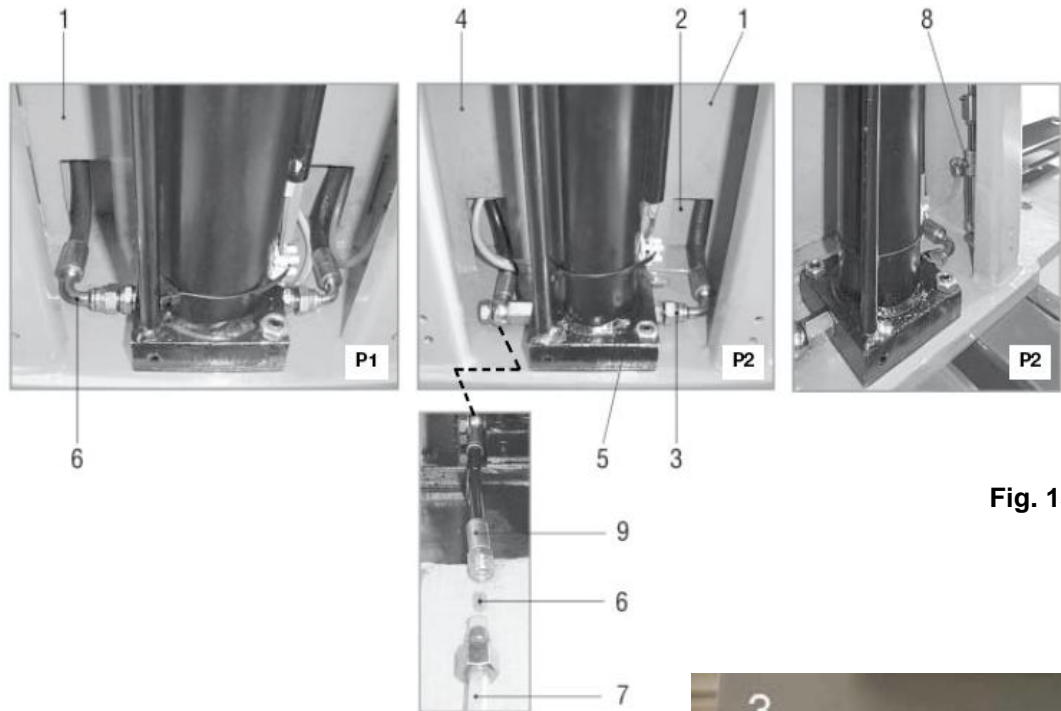
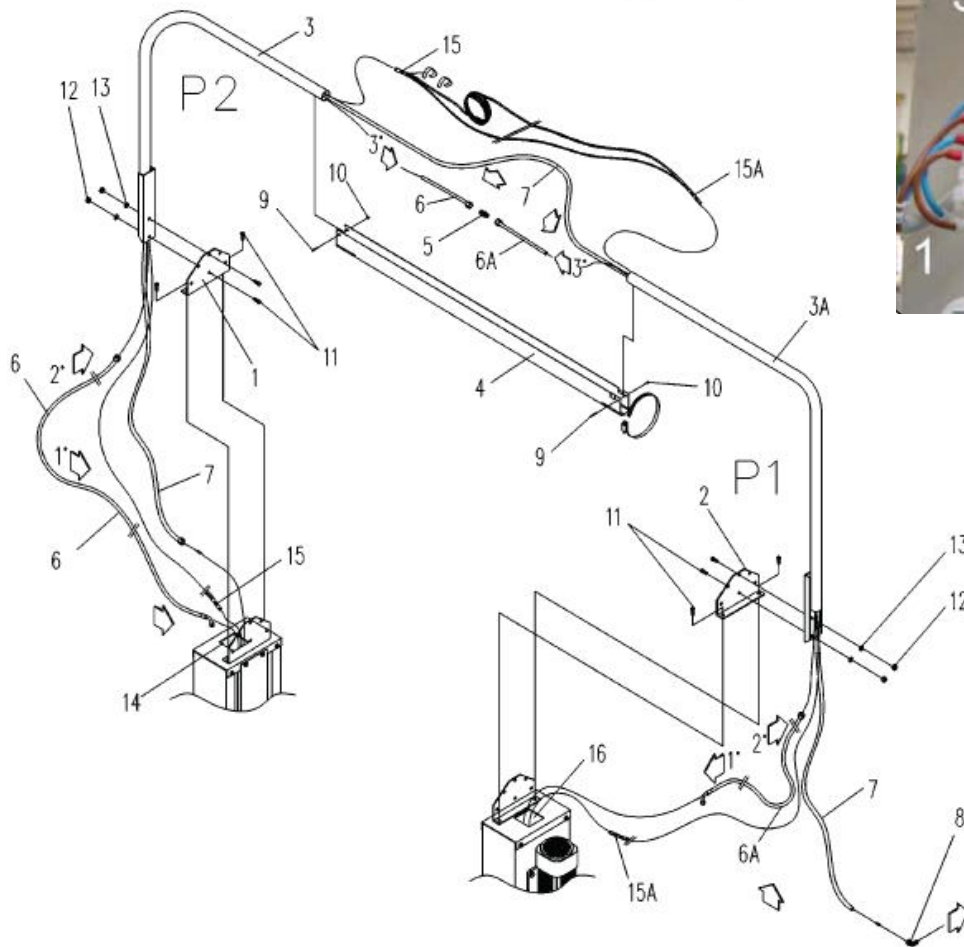
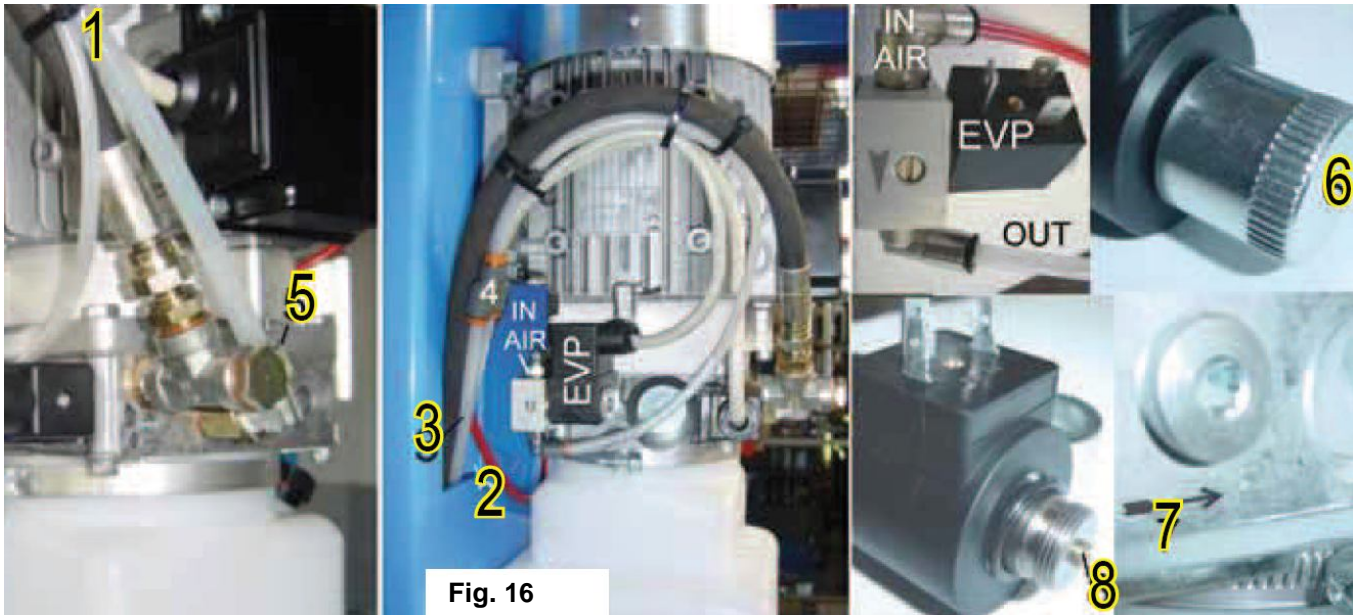

Fig. 13
Fig. 14
Fig. 16
- Verwijder de afdekkoppen van de cilinders P1 en P2 aan de binnenzijde van de kolom (Fig. 13)
- Monteer de twee meegeleverde buizen (3 en 3A Fig.14) aan de steunen (1 en 2 Fig. 14), na positionering deze stevig vast schroeven met de speciale bouten (11,12,13 Fig. 14)
- Voer de hydraulische slang (6 Fig. 14) met de zijde met de haakse koppeling via de opening (14 Fig. 14) aan de bovenzijde van de
- kolom P2 door de koker (1 Fig. 13) aan de binnenzijde van de kolom P2.
- Laat deze door de opening aan de onderzijde van kolom P2 (2 Fig. 13)
- Voer de andere zijde van de hydraulische slang door de buis (3 Fig. 14)
- Monteer de haakse koppeling aan de P2 cilinder.(3 Fig.13)
- Volg de zelfde procedure voor de P1 kolom en monteer de haakse koppeling aan de P1 cilinder (6 Fig.13)
- Voer de kabel en luchtleiding, gekoppeld met behulp van tape, (15 Fig. 14) door de buis (3 Fig. 14). Dan door de opening (14 Fig. 14) in de kolom en de koker in de kolom P2 (4 Fig. 13).
- Verbind de kabel aan de eindschakelaar (FC3) met een passende stekker (5 Fig. 13) en de luchtleiding aan de pneumatische cilinder (8 Fig.13) in de kolom P2.
- Volg dezelfde procedure met het andere uiteinde van de kabel en de luchtleiding (15A Fig. 14) in kolom P1.
- Verbind de luchtleiding aan uitgaande nippel van luchtventiel EVP (4 Fig.16)
- Voer nu de retourleiding (7 Fig.14) door de buis, via de opening boven in de p2 kolom en via de koker naar de onderkant van de P2 kolom.
- Plaats de verstevigingsbus (6 Fig. 13) aan het eind van de retourleiding en monteer deze aan de voorgesmonteerde hydraulische slang aan de P2 cilinder (9 Fig. 13)
- Het andere uiteinde van de retourslang moet aan de pompunit gemonteerd worden (5 Fig. 16). De retourslang moet dan nog wel door de buis (3A Fig. 14) op de P1 kolom en door de opening aan de bovenkant van de kolom (16 Fig. 14) en de uitsparing in de P1 kolom (2 Fig. 16) gevoerd worden.
- Verbind beide retourslangen (6, 6A Fig. 14) met elkaar met de doorverbindnippel (5, Fig. 14)
- Monteer de verbindingsgoot (4 Fig. 14) over de buizen (3, 3A Fig. 14), met behulp van het meegeleverde bevestigingsmateriaal. Centreer de verbindingsgoot en zet deze hierna vast.